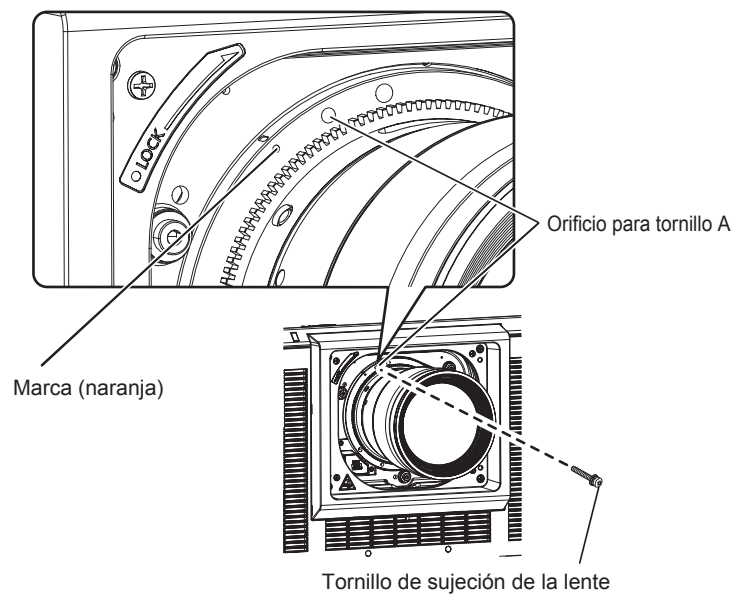

Figura 4
- 4) **Asegure la lente de proyección con el tornillo de sujeción de la lente suministrado. (Figura 4)**